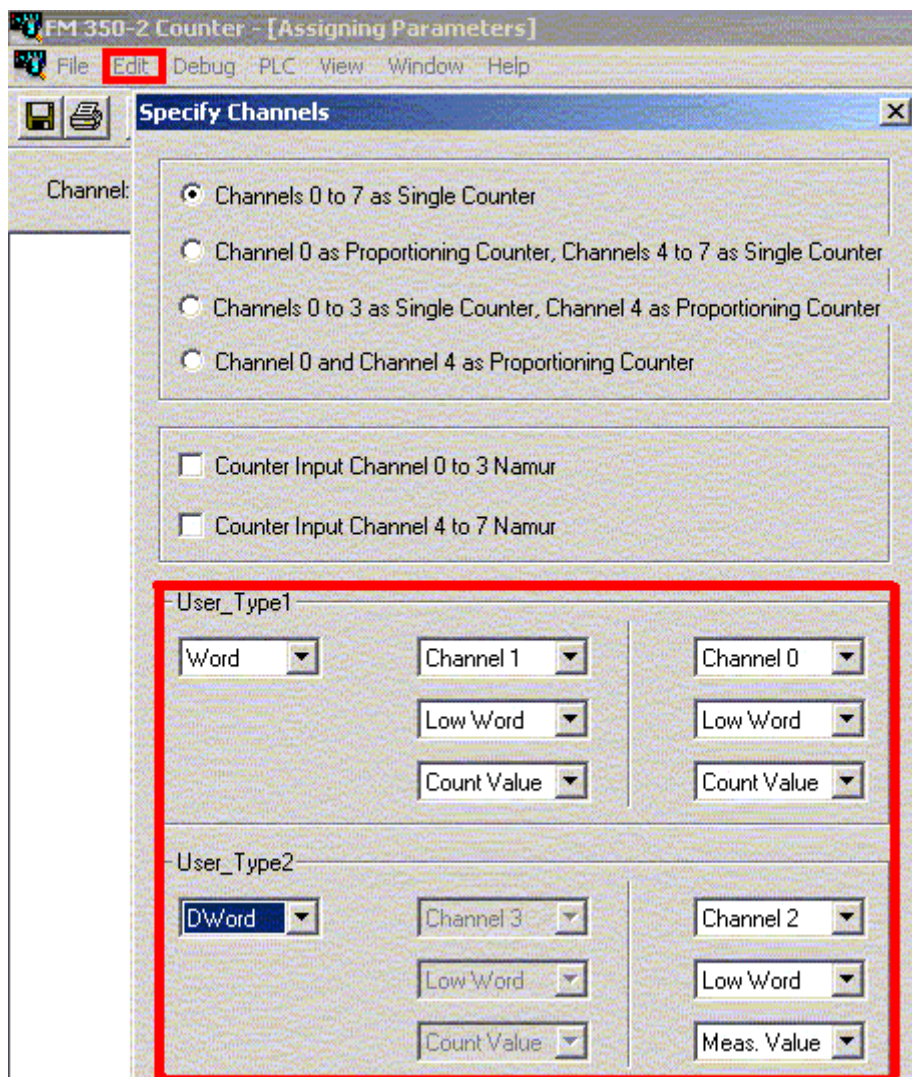

图12
- 在FM350-2计数器[Parameter]窗口中选择菜单条目[EDIT] > 定义通道。如图12所示。